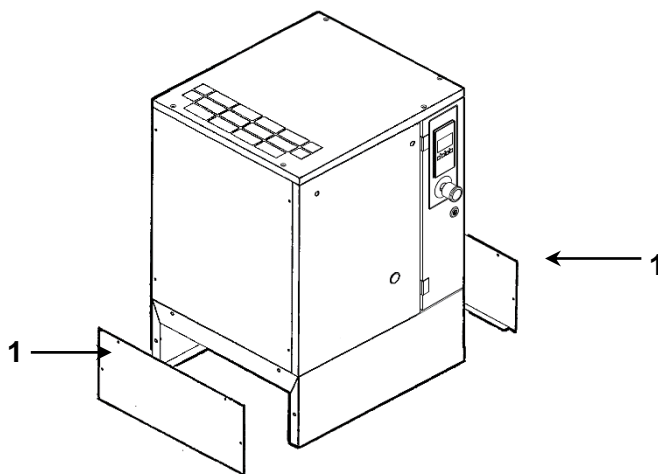

FIG. 24
20.1 PREGĂTIREA PENTRU CONFIGURARE (FIG.24)
După ce ați verificat totul astfel cum este indicat în Cap. 12, urmați instrucțiunile din Fig. 24.
- Montați panourile fonoabsorbante Ref. 1 Fig. 24